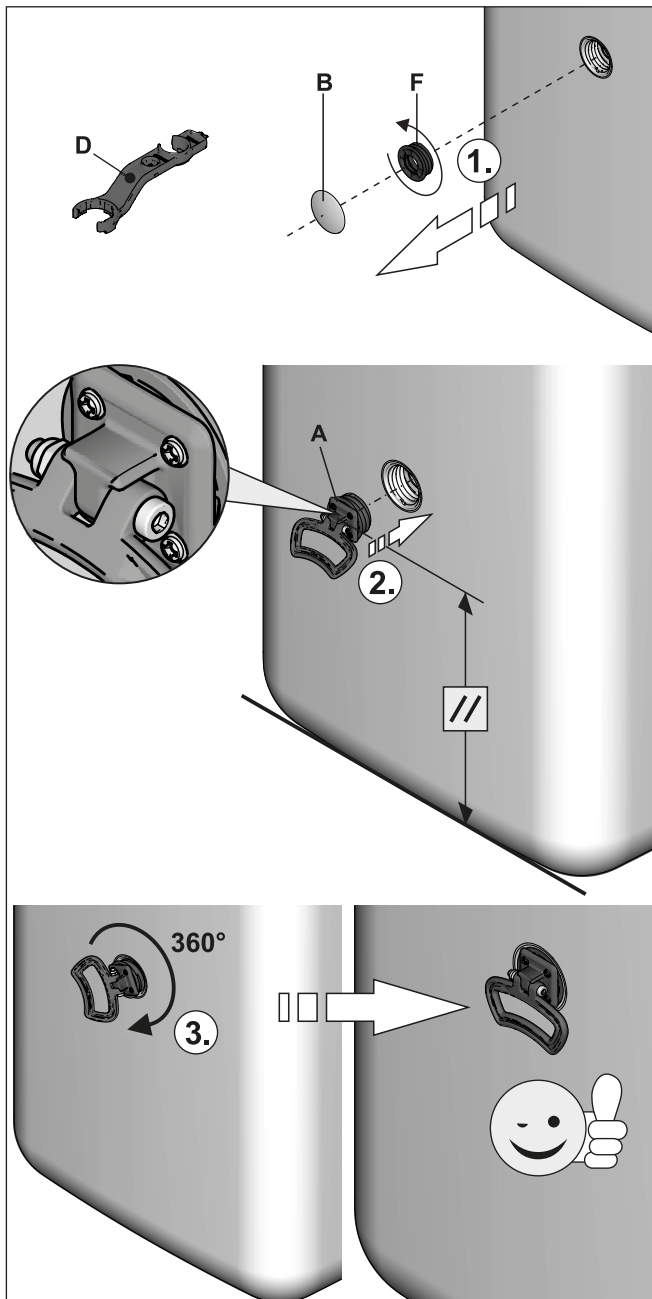

Fig. 3-6 Montaggio delle maniglie
- 2 Rimuovere le mascherine di copertura (Fig. 3-6, pos. B) del serbatoio dell'accumulatore e i raccordi filettati (Fig. 3-6, pos. F) dalle aperture nelle quali devono essere montate le maniglie.
- 3 Avvitare le maniglie (Fig. 3-6, pos. A) nelle aperture filettate libere.